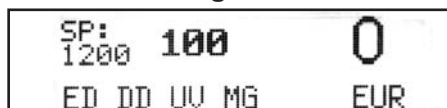

Fig. 6
**Attention!** Lorsque la détection magnétique est activée il convient de sélectionner la devise à compter (voir la Fig. 6).
Pour les modèles PRO 100 UM, PRO 100 MULTI – voir la Fig.6